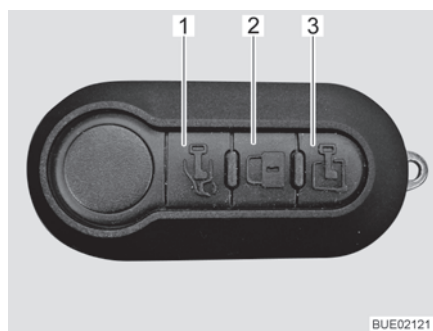

Fig. 33 Télécommande multifonction (3 touches)
- Appuyer une fois brièvement sur la touche  (Fig. 33,1). La porte chauffeur est déverrouillée.
- Appuyer une fois brièvement sur la touche  (Fig. 33,3). La porte cellule est déverrouillée.
- Appuyer une fois brièvement sur la touche  (Fig. 33,2). Toutes les portes sont verrouillées.